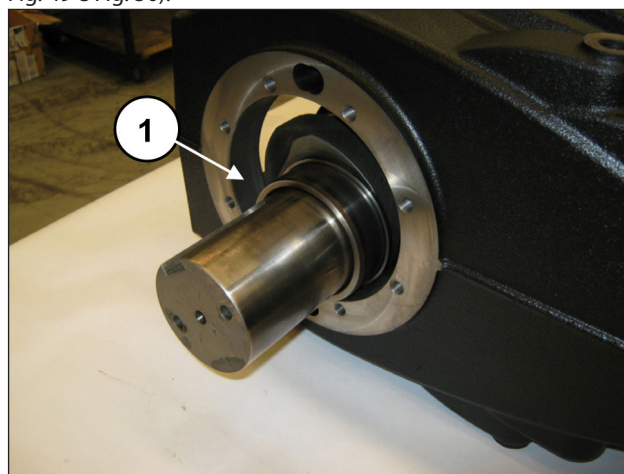
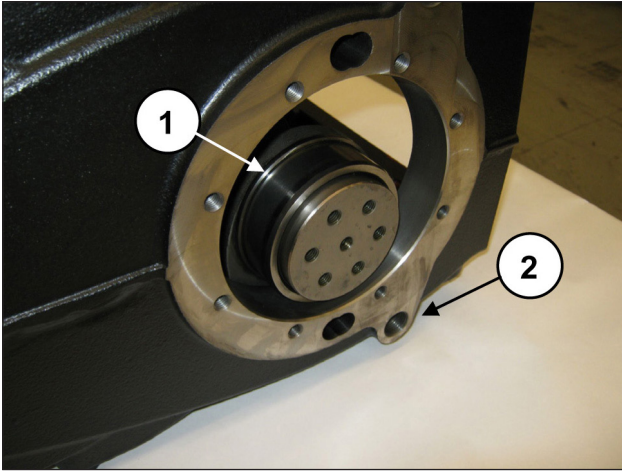

Fig. 49
Fig. 50
**O eixo de manivela deve ser sempre montado com o lado PTO da parte oposta, em relação aos furos G1/2" para as tampas de descarga de óleo do carter da bomba (pos. ②, Fig. 50).**
Chegue até a inserção completa do eixo no carter (pos. ①, Fig. 49 e Fig. 50).